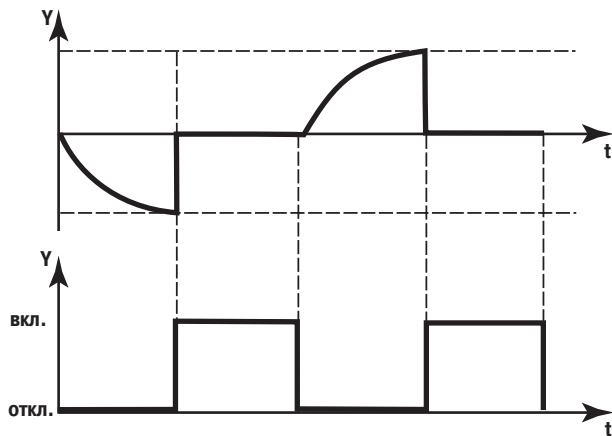

Рисунок 3.5
3.2.1.2 **Устройство контроля состояния тиристора** анализирует состояние проводимости тиристоров на протяжении всей работы блока (рисунок 3.5). Устройство контроля перехода через ноль и устройство контроля состояния тиристора синхронизируют работу устройства обработки сигналов.